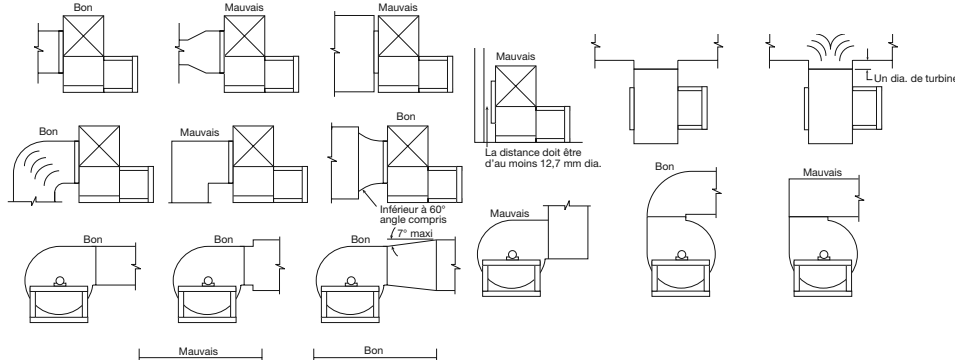

Figure 11 — Agencement du système et de configurations d'admission et de refoulement
**REMARQUE :** Pour éviter les effets du système, voir les exemples de bonnes et mauvaises configurations de système à la Figure 11, à la page 6, sous Fonctionnement. La gaine d'admission doit être rectiligne sur un minimum de 6,4 cm (2 1/2 po) diamètres de turbine avant son raccordement à la soufflante.
8. Un débit restreint ou instable à l'admission de la soufflante peut provoquer une pré-rotation de l'air entrant ou une charge irrégulière de la turbine, produisant d'importantes pertes du système, des niveaux sonores accrus, voire une défaillance mécanique de la turbine. Un refoulement libre ou un écoulement turbulent dans la gaine de refoulement produit également des pertes d'effet système. La Figure 11 présente des exemples d'agencement du système et de configurations d'admission et de refoulement susceptibles d'altérer les performances de la soufflante.